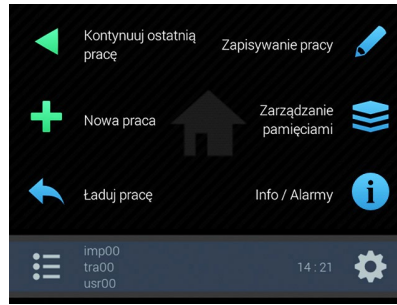

Fig. 233
- Włączyć monitor (par 1.2). Po autodiagnostyce, monitor przechodzi na stronę „Home” (Fig. 233).